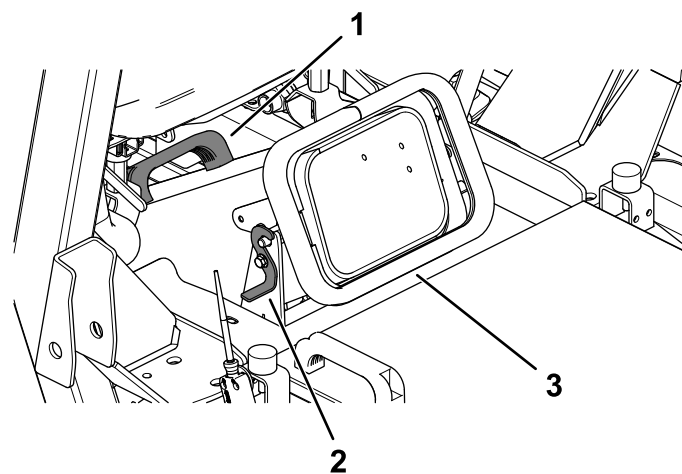

Figura 27
7. Con el tirador en el conducto, retírelo y límpielo junto con la apertura de la carcasa de corte (Figura 27).
8. Instale el conducto y fíjelo con los cierres (Figura 27).
6. Desenganche el conducto de hierba (Figura 27).